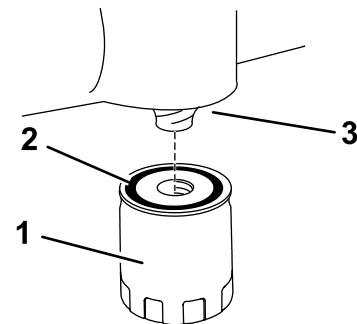

Figura 33
- Instale el filtro de aceite nuevo en el adaptador de montaje. Gire el filtro de aceite en el sentido de las agujas del reloj hasta que la junta de goma entre en contacto con el adaptador, luego apriete el filtro de 2/3 a una vuelta más (Figura 33).